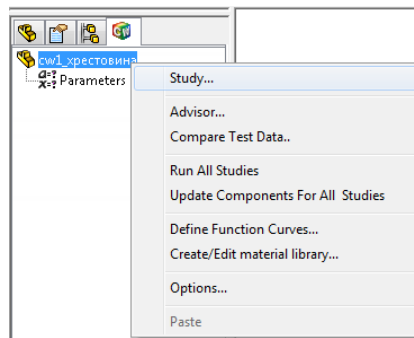

Рис. 1.9. Створення нового розрахунку в CosmosWorks
- Викличте контекстне меню клацанням правої кнопки миші за назвою деталі й виберіть рядок **Study** (Аналіз) - рис. 1.9.